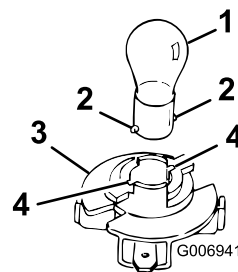

Figura 42
3. Gire el portalámparas 1/4 de giro en el sentido de las agujas del reloj y retírelo del reflector (Figura 42).
4. Empuje y gire la lámpara en el sentido contrario a las agujas del reloj hasta que haga tope (aprox. 1/4 de giro) y retírela del portalámparas (Figura 42).
2. Introduzca la base en el portalámparas (Figura 42).